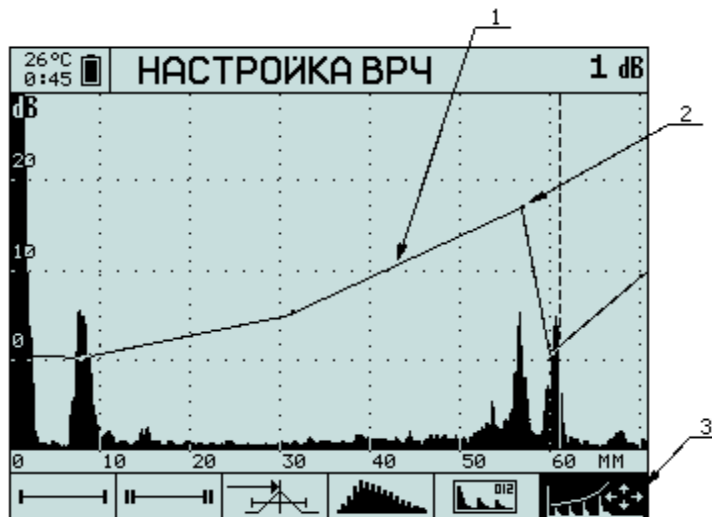

Рисунок 5.24 – Экран прибора при настройке ВРЧ
5.10.10 Нажмите  **MENU**. Появится режим «НАСТРОЙКА ВРЧ», пиктограмма  изменится на  (Рисунок 5.24).